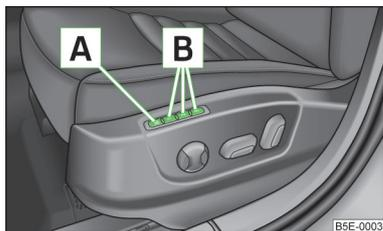

Fig. 50
La fonction de mémorisation de position du siège du conducteur permet de mémoriser des positions du siège du conducteur et des rétroviseurs extérieurs. Chaque des trois touches de mémorisation » fig. 50 peut être affectée à un réglage différent.
- Appuyez sur la touche **SET** » fig. 50.
- Appuyez sur la touche de mémorisation souhaitée » fig. 50.
- Appuyez **brèvement** sur la touche de mémorisation souhaitée » fig. 50 par contact coupé et porte du conducteur ouverte.
- Appuyez sur une touche de mémorisation quelconque » fig. 50 à la page 70 et la maintenir enfoncée. Une fois que le siège a pris la position mémorisée sous la touche correspondante, appuyez simultanément sur la touche de la clé à radiocommande dans un laps de 10 secondes.
- Appuyez sur la touche **SET** **A** » fig. 50 à la page 70 et la maintenir enfoncée. Appuyez simultanément sur la touche **Ⓜ** de la clé à radiocommande dans un laps de 10 secondes.